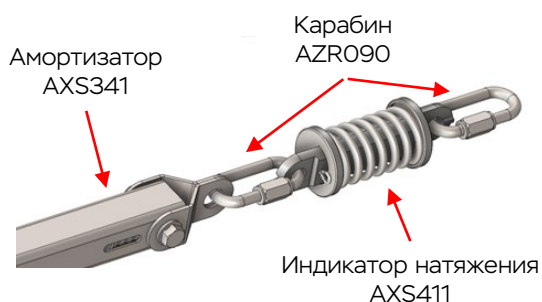

Рис. 7. Присоединение индикатора натяжения арт. AXS411
5. Присоединить к амортизатору арт. AXS341 индикатор натяжения арт. AXS411 (входит только в состав линии АКЦИОС С арт. AXSC012, AXSC020, AXSC026; если индикатора натяжения нет в составе линии, то к амортизатору арт. AXS341 следует присоединить индикатор срыва арт. AXS410, п. 6) с помощью карабина (рис. 7). Проверить заперение муфты карабина в соответствии с п. 4.